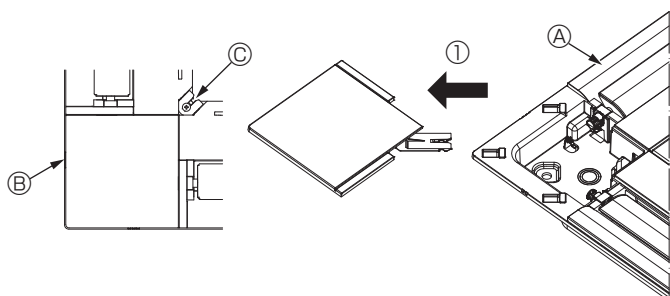

Fig. 5-4
5.2.2. Dépose du panneau d'angle (Fig. 5-4)
- Retirez la vis au coin du panneau d'angle. Pour retirer le panneau, faites-le glisser dans le sens indiqué par la flèche ①.